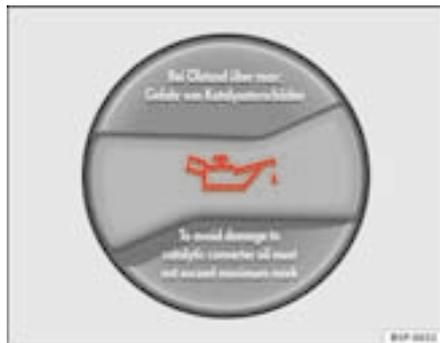

Fig. 126 Vano motore: tappo del bocchettone di rifornimento dell'olio motore
- Svitare il tappo del bocchettone di rifornimento dell'olio motore ⇒ **fig. 126**.